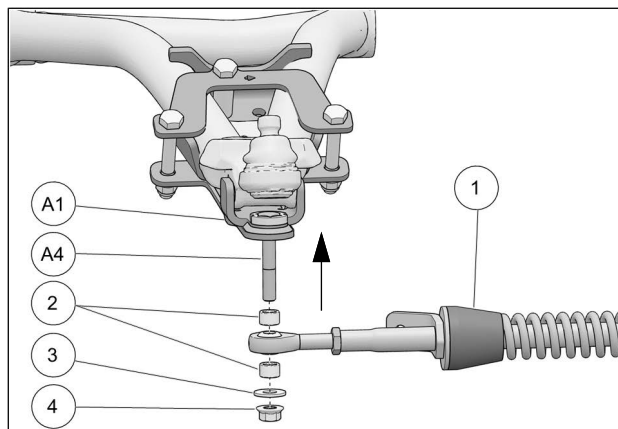

Fig. 21
11. Fixer le bras stabilisateur (1) au boulon (A4) déjà installé sur l'ancrage de suspension (A1) à l'aide des deux espaceurs (2), de la rondelle (3) et de l'écrou autobloquant (4). Serrer à un couple de 70 Nm [52 lb•pi]. Voir la Fig. 21